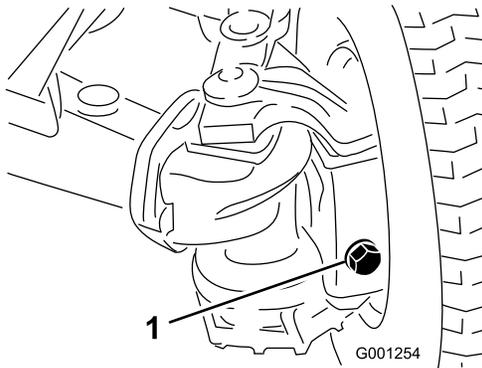

Figure 27
2. Retirez les bouchons de contrôle du pont et vérifiez que le lubrifiant atteint bien la base de chaque trou. Si le niveau est bas, retirez le bouchon de remplissage et ajoutez suffisamment de lubrifiant pour rectifier le niveau (Figure 26 et Figure 27).